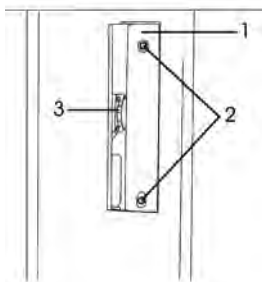

fig. 14 – retirando a tampa da mesa para troca da lâmina de serra
2. Retire a tampa da mesa (1), soltando os dois parafusos (2), fig. 14;